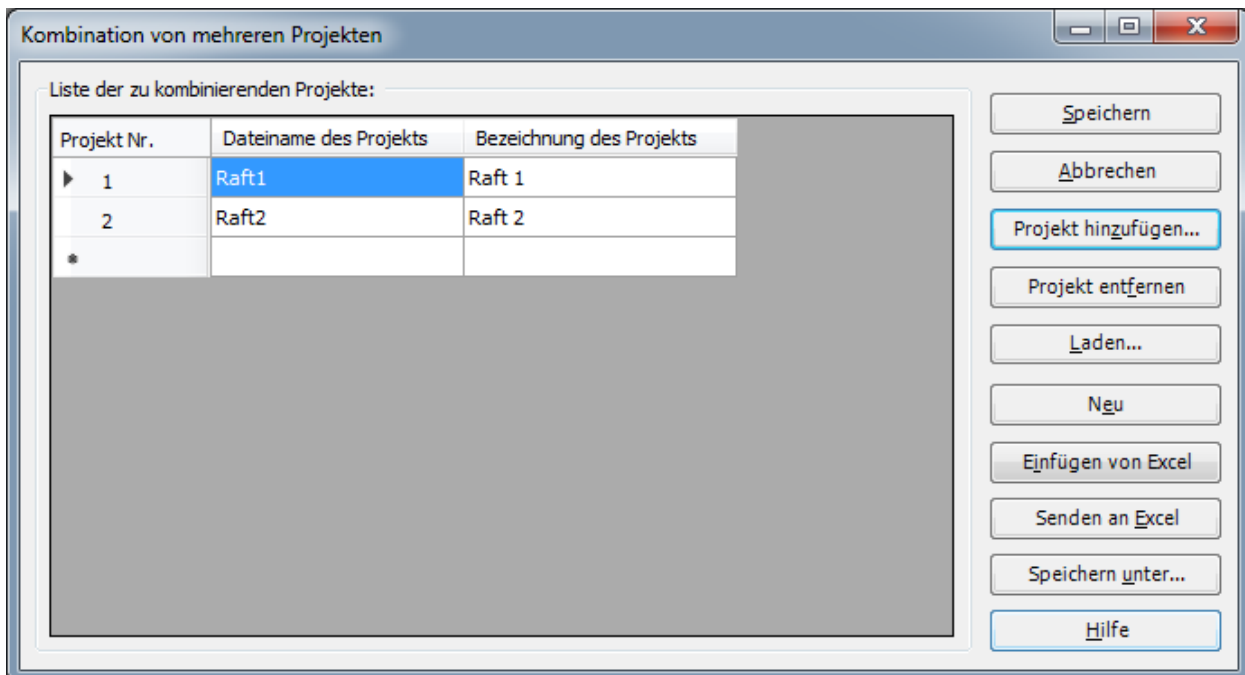

Bild 3.46 Listenfeld "Kombination von mehreren Projekten"
- Wählen Sie "Kombination von mehreren Projekten" aus dem "Mehrere Projekte"-Menü auf der Registerkarte "Ansicht". Das folgende Listenfeld im Bild 3.46 erscheint. *ELPLA* berücksichtigt automatisch das Projekt "Raft 1" in der Liste der zu kombinierenden Projekte